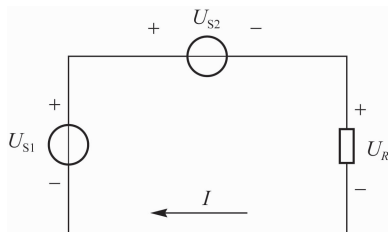

图 1-26 【例 1-10】电路
**【例 1-10】** 在图 1-26 所示电路中,设  $I=1 \text{ A}$ ,  $U_{S1}=6 \text{ V}$ ,  $U_{S2}=2 \text{ V}$ , 计算各元件的功率。